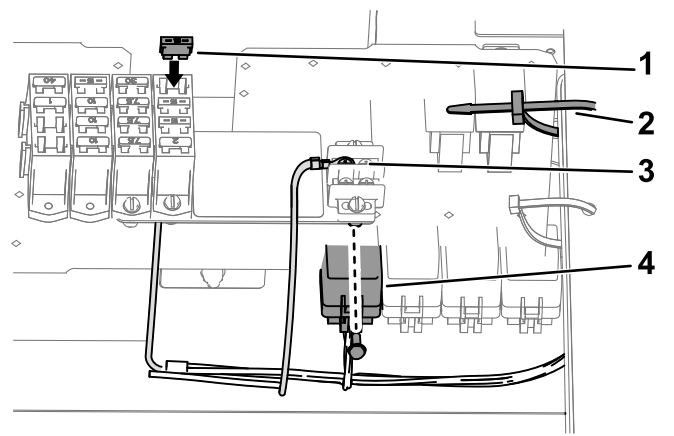

图 19
- 在线束的 197cm 发动机舱支管上将继电器与修整组件线束的 5 插槽接头对齐 图 19。
- 将继电器插脚插入接头的插槽 图 19。
- 将继电器安装片上的孔与配电板的孔对齐 图 19。
- 用凸缘头螺栓#10-24 x 1/2 英寸将继电器固定到配电板上 图 19。
- 拆下接地端子板上的螺丝 图 19。
- 对于保险丝盒中带有刀形连接接头的机器在保险丝盒中安装 保险丝 图 19。